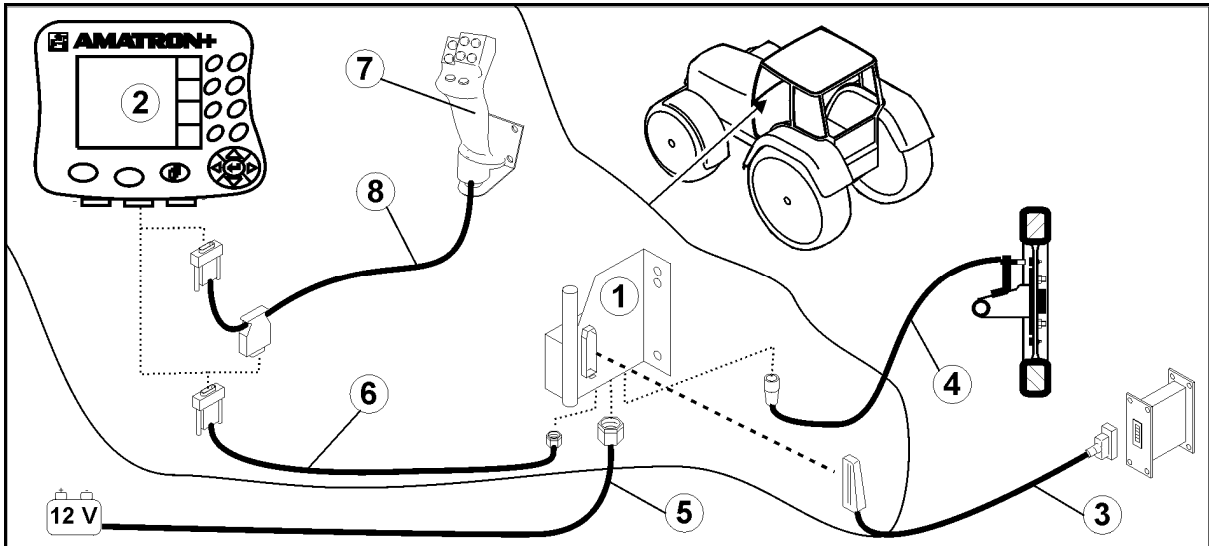
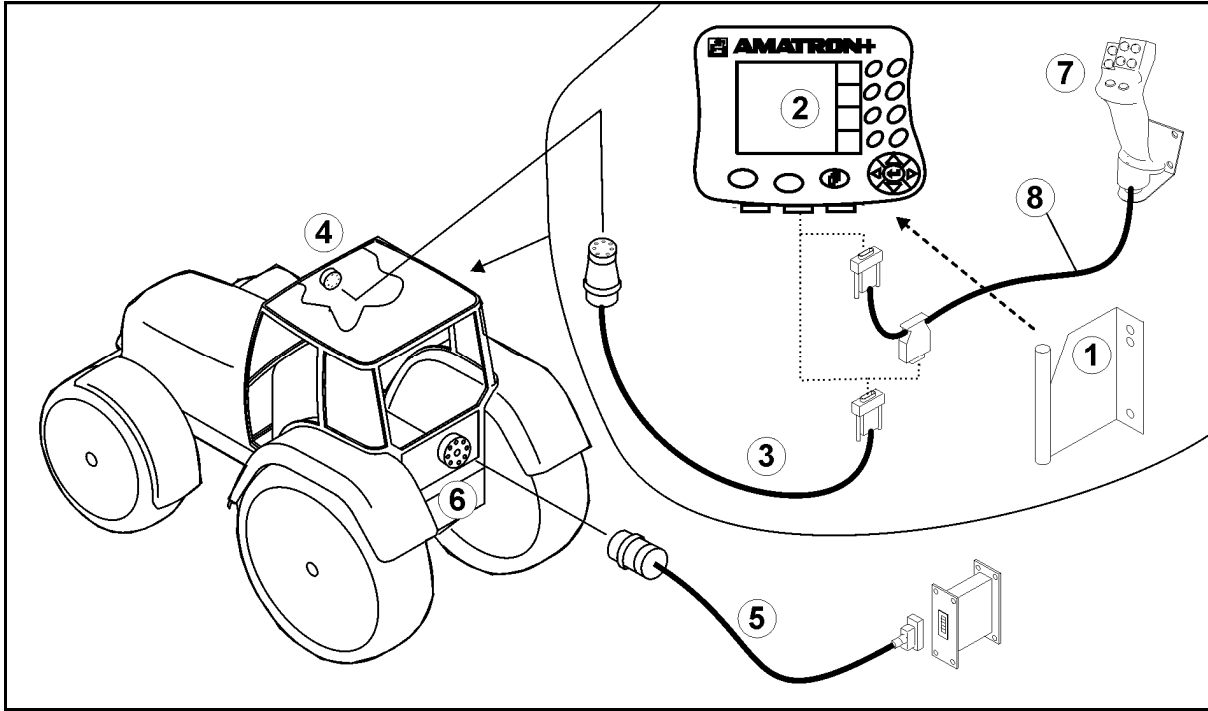

Fig. 2
Fig. 3
Örnek (Fig. 3/6)
- (1) Orta 9 kutuplu Sub-D burcu,
- Çok fonksiyonlu kol (Fig. 2/7) bir Y kablosu (Fig. 2/8) üzerinden bağlanır.
- (2) Seri arabirim bir PDA'nın bağlanmasına imkan verir
- Temel traktör donanımı (Fig. 2/1, standart bağlantıda) veya konsol (Fig. 3/1, ISO-Bus'ta) kabin içinde sürücünün sağ tarafındaki görme ve tutma alanına salınımsız ve elektriği iletir konumda monte edilmelidir.
- Akümülatör bağlantı kablosu (Fig. 2/5).
- Traktör sinyali prizinin veya sürülen mesafe sensörünün sinyal kablosu (Fig. 2/4).
- **AMATRON⁺** bağlantı kablosu (Fig. 2/6).
- **AMATRON⁺** araç bilgisayarını (Fig. 2/2) temel traktör donanımına takınız.
- Bağlantı kablosunun soketini (Fig. 2/6) ortadaki 9 kutuplu Sub-D burcuna (Fig. 1/1) takınız.
- Makinayı makina soketi (Fig. 2/3) üzerinden **AMATRON⁺** araç bilgisayarına bağlayınız.
- **AMATRON⁺** (Fig. 3/2) araç bilgisayarını konsola (Fig. 3/1) takınız.
- **AMATRON⁺** araç bilgisayarını ortadaki 9 kutuplu Sub-D burcu (Fig. 1/1) üzerinden bağlantı kablosuyla (Fig. 3/3) Iso-Bus terminal prizine (Fig. 3/4) bağlayınız.
- Makinayı cihaz bağlantı kablosu (Fig. 3/5) üzerinden Iso-Bus cihaz prizine (Fig. 3/6) bağlayınız.